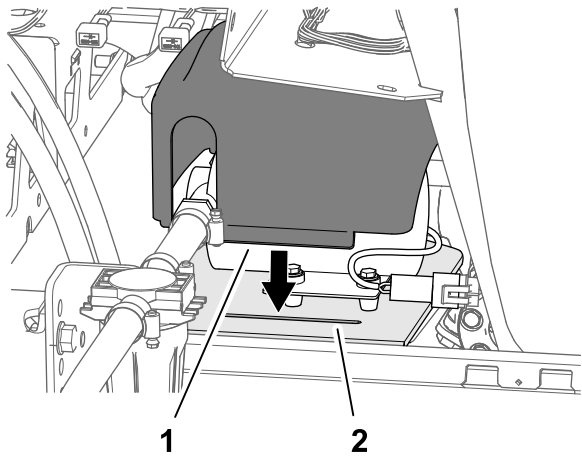

図 32
1. 図 32のように、すすぎポンプの上からポンプカバーを取り付ける。
2. カバーの2つのタブを、タンクフレームのサドルプレートに2つのスロットに差し込む 図 32。